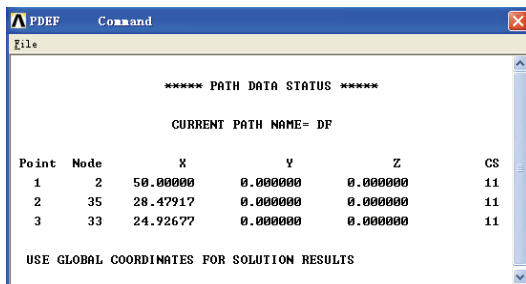

图 8-23 显示当前路径
5) 选择 Main Menu | General Postproc | Path Operations | Define Path | Path Status | Current Path 命令, ANSYS 将显示当前路径, 如图 8-23 所示。